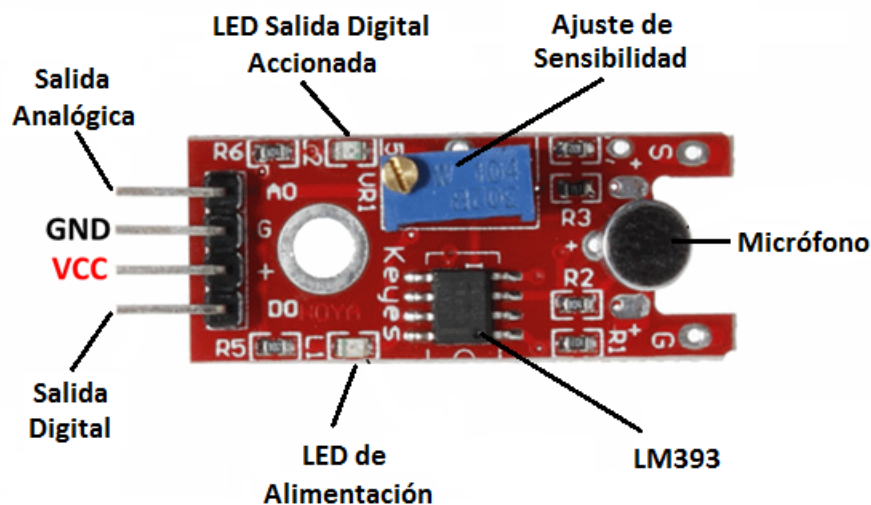

Figura 1: Partes del sensor de sonido
- **Sensor de sonido:** En la figura 1 se identifican las principales partes del sensor de sonido. En la parte izquierda están los pines en donde GND corresponde a la tierra y VCC corresponde a la conexión de 5 [V]. Si el sonido captado por el micrófono supera cierto nivel, se pone en HIGH y prende un led. Por otro lado existe otro led el cual indica si es que existe alimentación en el sensor.